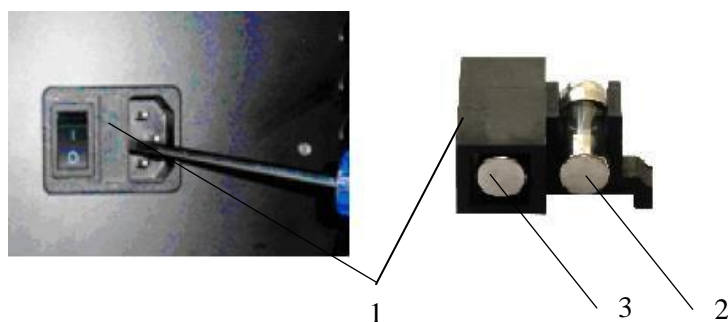

Рисунок 36. Замена предохранителя
3.2.1. Отсек с предохранителем расположен на задней стенке спектрофотометра между клавишей включения и разъема для подключения силового кабеля (Рисунок 36).